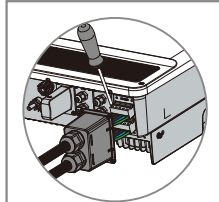

Abbildung 4.2-2
- **Netz- und Notstromanschluss:** Bestätigen Sie den Anschluss der netzgekoppelten Seite an das öffentliche Stromnetz und des Notstromanschlusses an die Verbraucher, und stellen Sie sicher, dass die Polarität nicht vertauscht ist (L1/L2/L3/N in dieser Reihenfolge). Siehe Abbildung 4.2-2.